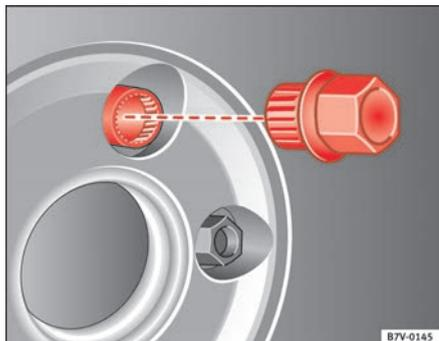

Abb. 159 Radwechsel:
- Schieben Sie den Adapter⁴⁵⁾ bis zum Anschlag in die Anti-Diebstahl-Radschraube ⇒ Abb. 159.